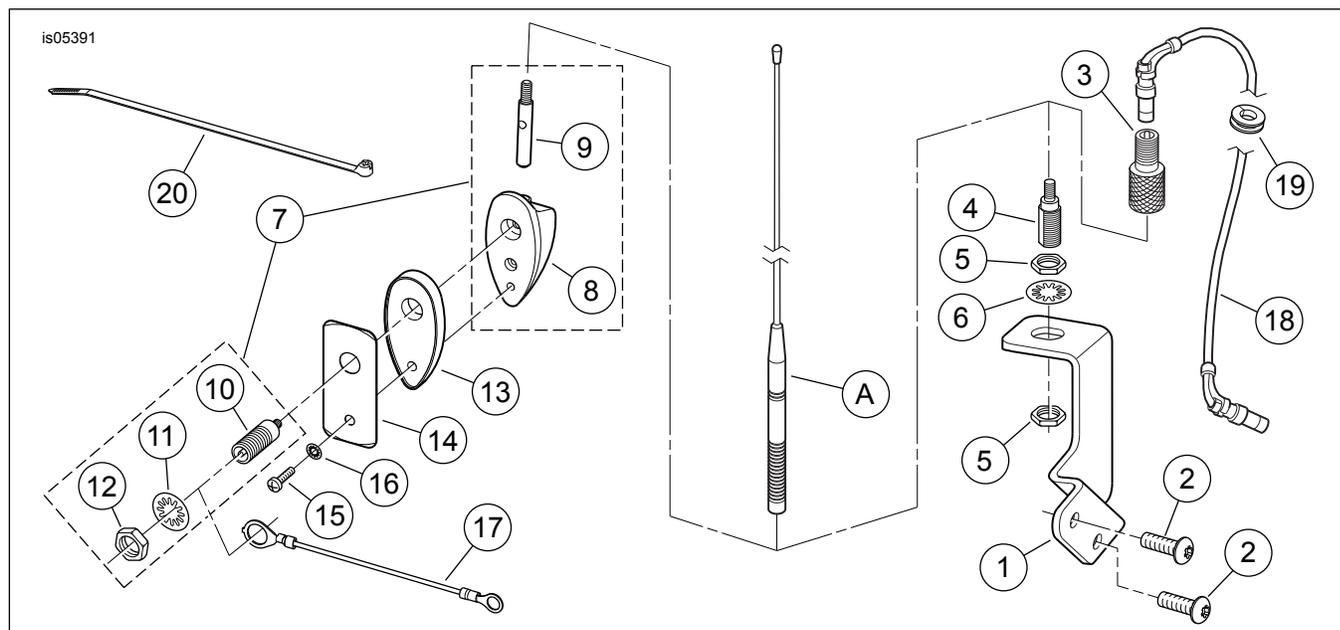

Figure 5. Pièces détachées, kit de repositionnement d'antenne AM/FM
Voir Figure 5 et Tableau 1.
4. **Pour les modèles FLHTC :** Voir Figure 5. Déconnecter le câble d'antenne AM/FM de la base de l'antenne d'origine (7) à l'intérieur du Tour-Pak. Passer à **Montage du support d'antenne AM/FM au garde-boue (modèles FLHT et FLHTC).** **Pour les modèles FLHT, FLHX et FLTR :** Voir Figure 1. Mesurer et déterminer le centre (1) de la paroi arrière extérieure du coffre Tour-Pak.
8. Placer un morceau de 51 mm (2 po) de large de ruban-cache entre le sommet et le milieu approximatif de la paroi arrière extérieure du coffre Tour-Pak à la distance de 235 mm (9 1/4 po) (3) de la ligne centrale.
*Le nouveau support de montage d'antenne (1) du kit n'est pas utilisé pour les modèles FLHX et FLTR.*
1. Voir Figure 5. Retirer le mât d'antenne (A) de la base d'antenne (4) sur le support de montage d'antenne d'origine monté sur la partie inférieure du support de montage arrière de sacoche gauche. Passer à **Connexion d'antenne AM/FM**.
Voir Figure 5. Pour obtenir un engagement maximum du filetage de l'adaptateur d'antenne/câble (3), placer les écrous (5) sur la base d'antenne (4) de façon à laisser presque tout le filetage 1/2-20 **au-dessus** de l'écrou supérieur.
1. Installer l'un des écrous de 1/2-20 (5) du kit sur la base d'antenne (4). Placer la grande rondelle-frein à dents intérieures (6) sur les filets de la base d'antenne et introduire la base vers le bas dans le trou du **nouveau** support de montage de l'antenne (1).
1. Voir Figure 5. Prendre l'ensemble de base d'antenne AM/FM (7) du kit. Retirer l'écrou hexagonal (12) et la rondelle-frein à dents intérieure (11) de l'ensemble de bouchon (10) sur la base.
2. Monter le joint de base (13) sur la base d'antenne.
3. Avec le goujon de mât d'antenne (9) orienté vers le **haut**, placer l'ensemble de la base sur les trous percés précédemment dans la paroi arrière extérieure du coffre Tour-Pak. S'assurer que l'ensemble de bouchon (10) traverse le gros trou (de dessus).
4. Mettre la plaque de renforcement d'antenne (14) en position à l'intérieur du coffre Tour-Pak. Prendre le câble de masse (17) du kit et placer la grande borne circulaire sur l'ensemble de bouchon. Utiliser l'écrou hexagonal (12) et la rondelle-frein (11) pour attacher le câble de masse à l'ensemble de bouchon, mais ne pas serrer complètement pour le moment.
6. Installer la vis TORX® (15) et la petite rondelle-frein (16) dans le petit trou (du bas) de la plaque de renforcement d'antenne dans la base de l'antenne. Bien serrer la vis. Bien serrer l'écrou hexagonal (12).
7. Visser l'ensemble du mât d'antenne (1) sur l'adaptateur de la base d'antenne (9).